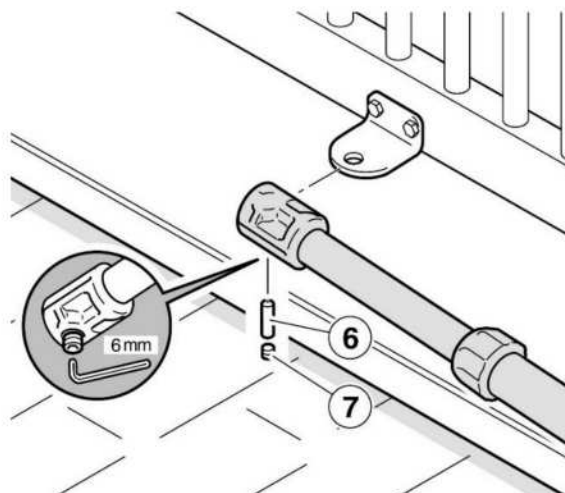

Fig.8
Para Montar el Operador Abatible en el Soporte Delantero (Fig.8), Introduzca el perno (6) y Fíjelo mediante su Tapón (7), Utilizando una Llave Allen de 6mm.